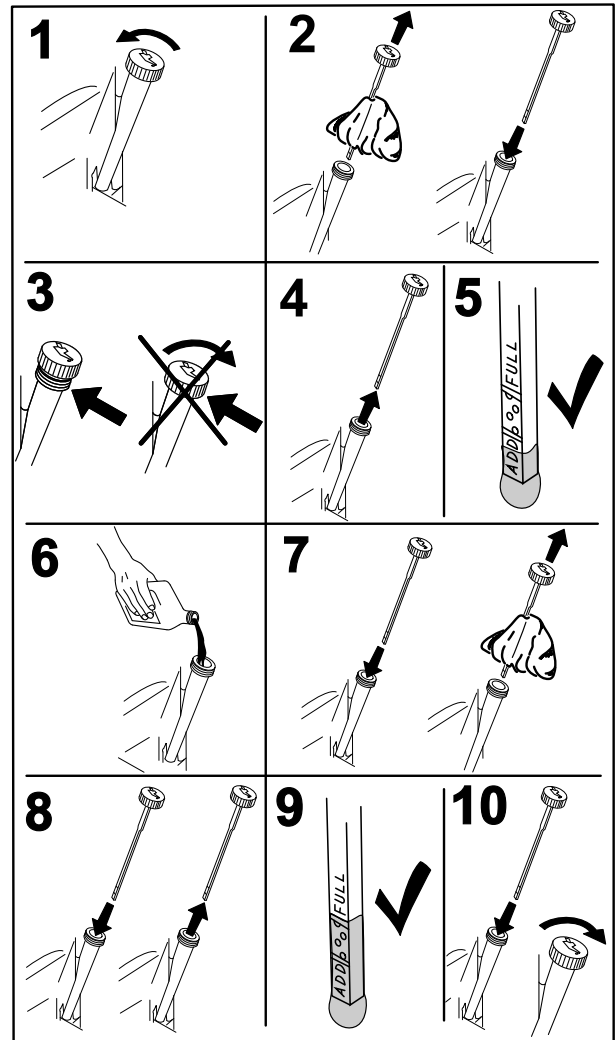

Figure 44
4. Avant de quitter la position de conduite, coupez le moteur, enlevez la clé de contact et attendez l'arrêt de toutes les pièces mobiles (Figure 44).